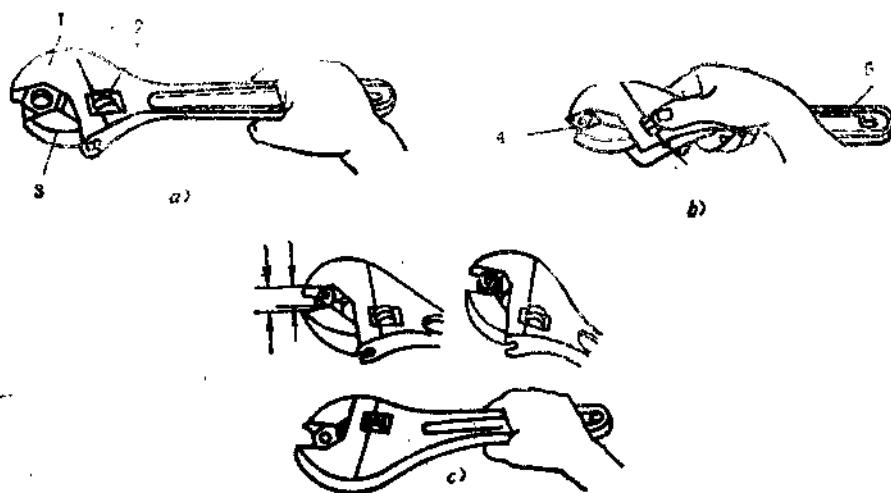

图1-6 活络扳手使用方法
8. 活络扳手 活络扳手是一种旋紧或起松有角度螺栓或螺母的工具。活络扳手由头部和柄部组成。头部由活络扳唇、呆扳唇、扳口、蜗轮和轴销等构成，如图1-6所示。旋动蜗轮可调节扳口的大小。规格以长度×最大开口宽度（单位为毫米）来表示，电工常用的活络扳手有150×19、200×24、250×30和300×36等四种。